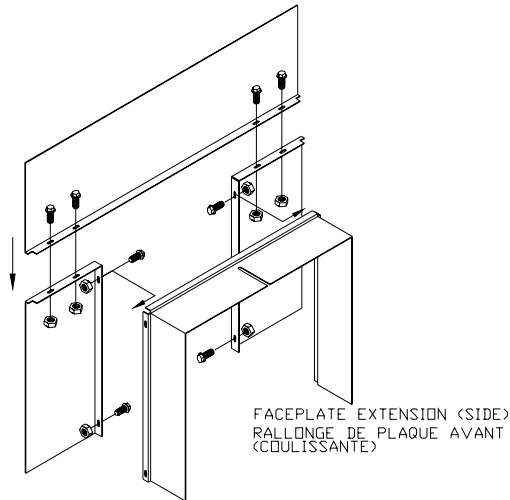

Figure 6
- B. Mettez la plaque avant sur une surface plate et non abrasive, la face vers le bas (voir la figure 6) de façon à ce que les côtés soient plutôt vers le milieu.